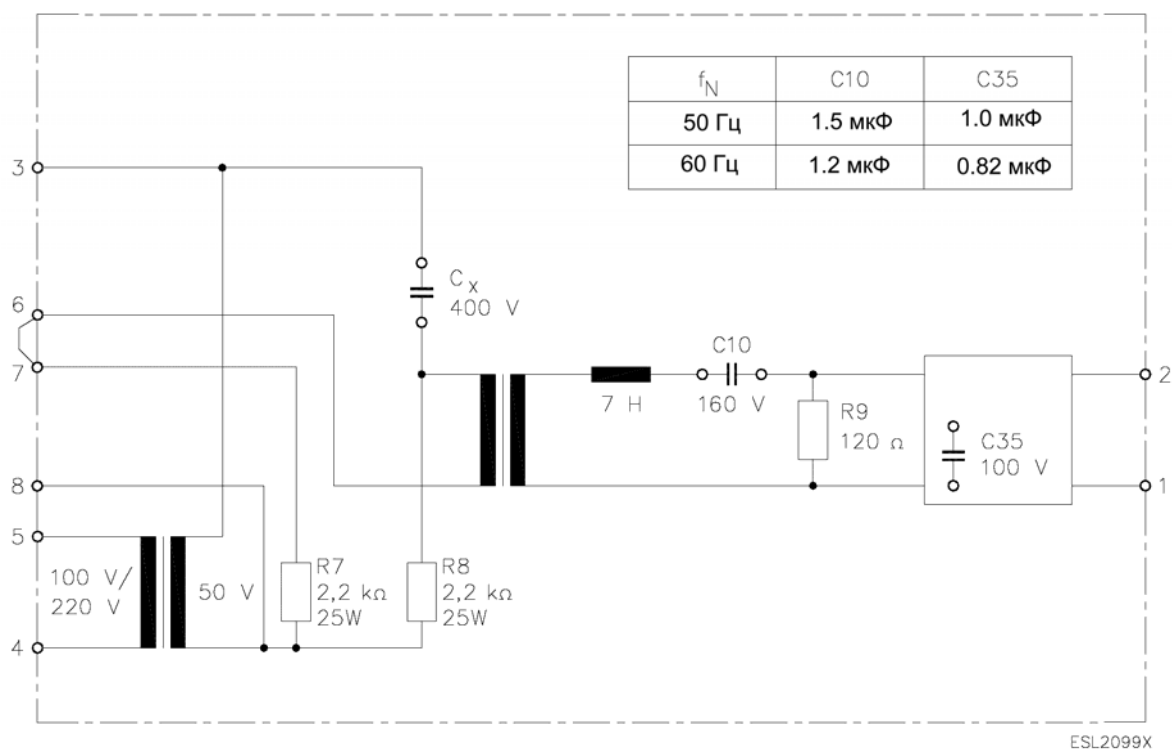

Рисунок 4.56. Внутреннее функционирование и зажимы устройства типа YWX111-11/-21
- Рис. 4.56 Внутреннее функционирование и зажимы устройства типа YWX111-11/-21